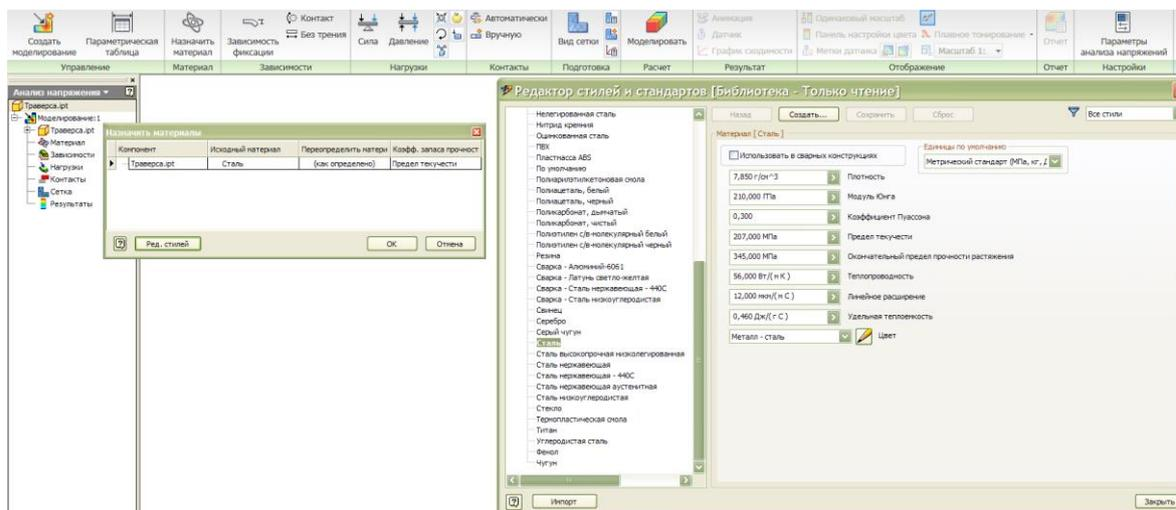

Рис. 5. Задание свойств материала
- Проверьте назначение материала детали. Материал траверсы должен быть «Сталь». При необходимости переопределите материал (рис. 5).
Откройте редактор стилей кнопкой **Ред. стилей**. Редактор стилей позволяет просмотреть и переопределить свойства материала. Задайте свойства стали, как показано на рис. 5.
- Включите отображение сетки конечных элементов (рис. 2) командой «Вид сетки» на панели инструментов «Подготовка» (рис. 5).
Оценку работоспособности детали можно провести на основе рассчитанного минимального коэффициента запаса прочности. Ранее, при задании материала детали (рис. 5), было указано, что коэффициент запаса прочности вычисляется по пределу текучести материала. Поэтому, в данном случае, коэффициент запаса прочности – это отношение предела текучести материала к напряжению по Мизесу. Если коэффициент запаса меньше 1,0, то это означает, что напряжения в детали превысили предел текучести и деталь не выдержит заданную нагрузку. В химическом машиностроении принято, что коэффициент запаса по пределу текучести должен быть больше 1.5.